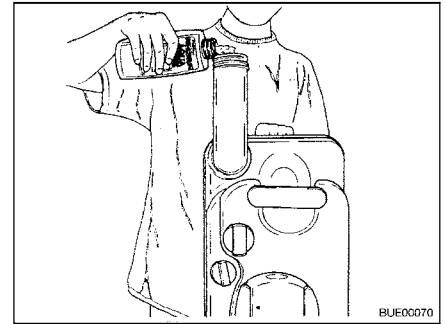

Bild 271 Fylla på sanitetsvätska
- Fyll på angiven mängd sanitetsvätska i latrintanken (Bild 271).